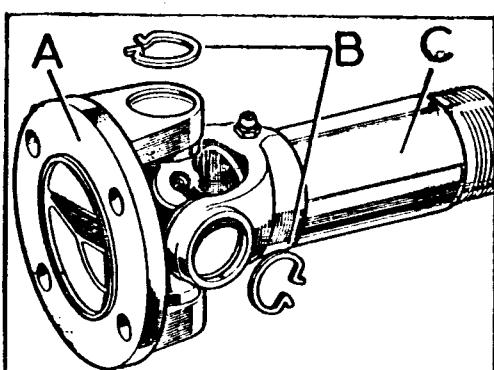

Fig. D-8 Junta universal
- 1.2. Eliminar la pintura y suciedad que exista sobre los arillos, B (Fig. D-8) y extraemos de los ejes de la cruceta.
- 1.3. Extraer los arillos-retén, B (Fig. D-8).
NOTA: Si fuese preciso, se extraerá el engrasador de la junta universal para facilitar el desmontaje del cojinete (Fig. D-8).